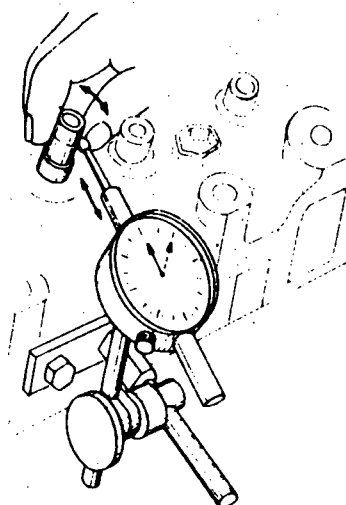

Fig. 4
- b Determine a folga (tolerância) entre a haste e a guia da válvula (fig. 4).